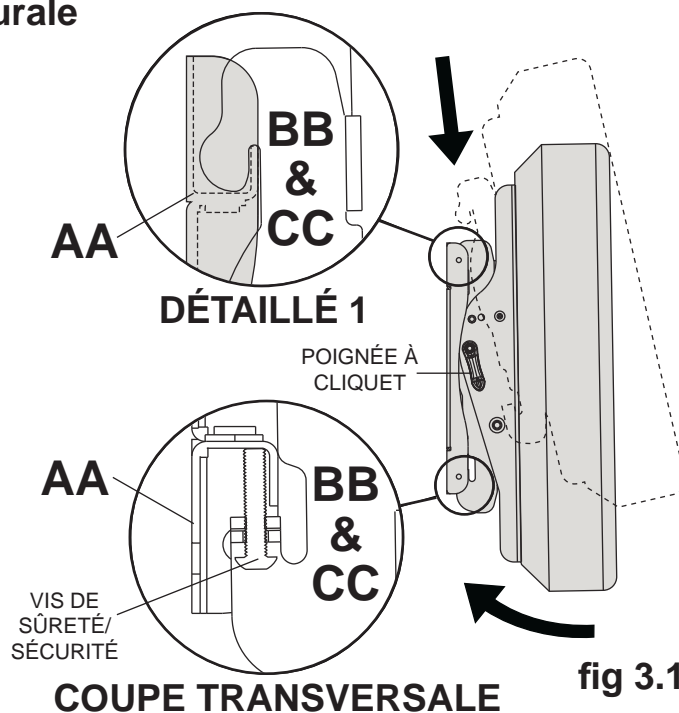

fig 3.1
**Montage de l'écran:** La poignée à cliquet doit être en position relevée ou abaissée pour ne pas créer d'interférence lors de la fixation des supports inclinables à la plaque murale (**AA**). Accrochez lentement les supports inclinables (**BB** et **CC**) sur la plaque murale (**AA**) et faites basculer l'écran vers le bas comme illustré à la fig. 3.1. Les crochets des supports inclinables doivent s'enclencher complètement dans la plaque murale comme illustré dans le détail 1. À l'aide d'un tournevis cruciforme ou d'une clé hexagonale (**FF**), tournez le vis de sûreté/sécurité sur les supports inclinables (**BB** et **CC**) dans le sens horaire jusqu'à ce que l'extrémité de la vis entre bien en contact avec la plaque murale comme illustré dans la vue en coupe.